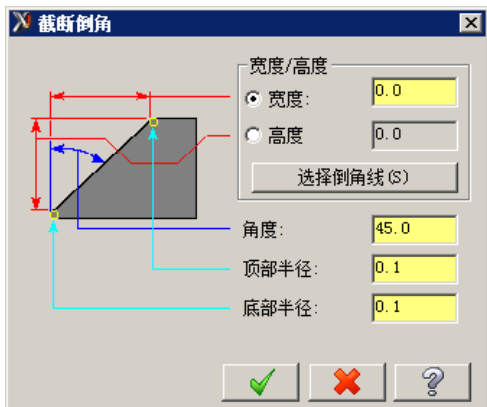

图 13.6.5 “截断倒角”对话框
- ☒ ☒ 倒角 单选项：选中此选项则切削外形为倒角，单击 **参数...** 按钮，系统弹出图 13.6.5 所示的“截断倒角”对话框，用户可以通过该对话框对倒角的参数进行设置。